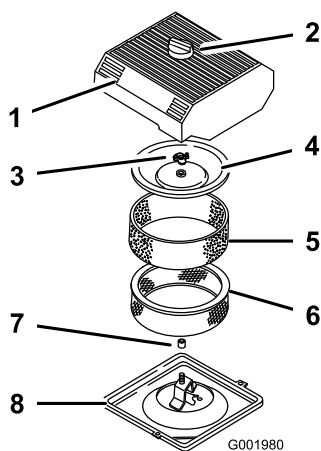

Figura 46
3. Para evitar qualquer dano, limpe à volta do filtro de ar para impedir a entrada de impurezas para o interior do motor (Figura 46).
4. Desaperte o botão existente na parte superior do filtro de ar e retire a cobertura (Figura 46).
5. Retire cuidadosamente o filtro de esponja, passando pelo filtro de papel (Figura 46).
6. Desaparafuse a porca da cobertura e retire a cobertura e o filtro de papel (Figura 46).
1. Coloque cuidadosamente o filtro de esponja, passando pelo filtro de papel (Figura 46).
3. Coloque a porca da cobertura e aperte contra a cobertura (Figura 46).
4. Coloque a cobertura do filtro de ar e o botão (Figura 46).